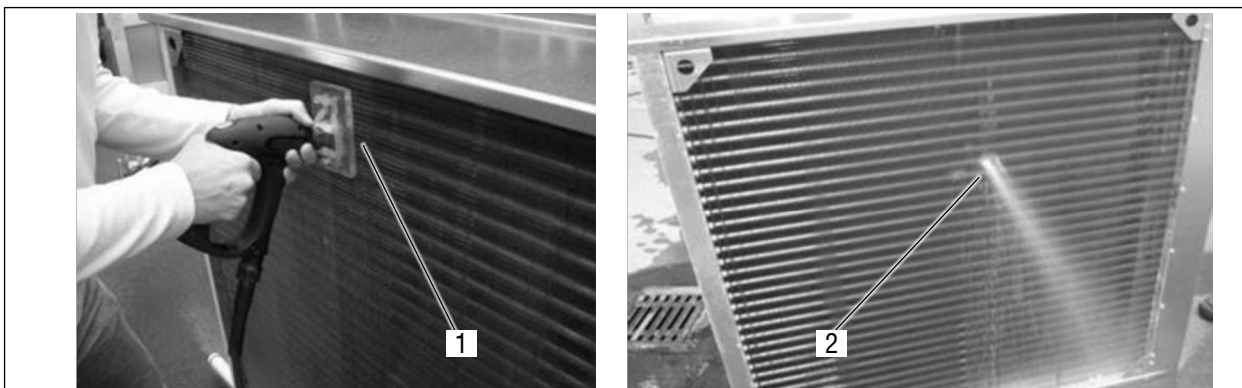

Fig. 34 Méthode multijet de THD
- Dans le cadre du contrôle de conformité en matière d'hygiène pour les appareils de ventilation AL-KO THERM, l'Institut d'hygiène de l'air de Berlin a démontré l'aptitude au nettoyage des registres des échangeurs de chaleur de la société AL-KO THERM à l'aide de la méthode multijet de THD (voir Fig. 34 Méthode multijet de THD).